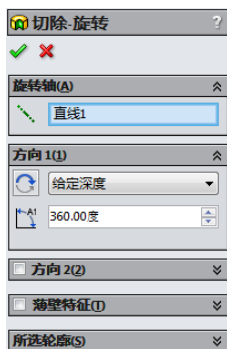

图 3-32 “切除-旋转”属性管理器
**07** 设置属性管理器。此时系统弹出如图 3-32 所示的“切除-旋转”属性管理器，按照图示进行设置。